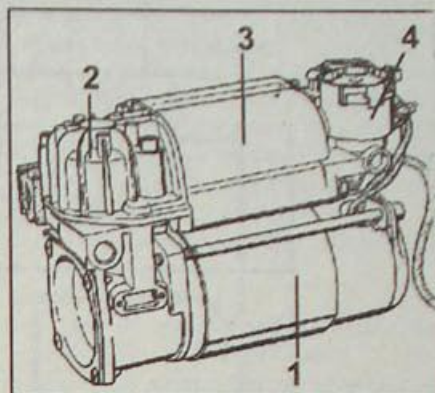

Рис. 11.6. Узел компрессора системы поддержания высоты кузова с электронным управлением:
- электродвигателя (1, рис. 11.6);
- компрессора (2);
- воздушного фильтра с гранулированным осушителем (3);
- выпускного электромагнитного клапана (4).